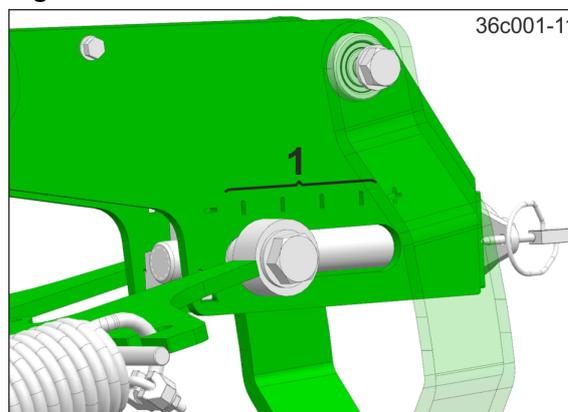

Fig. 157
6. Gleiche Einstellungen an allen Verstellsegmenten vornehmen. Die Skalen (Fig. 157/1) dienen zur Orientierung.